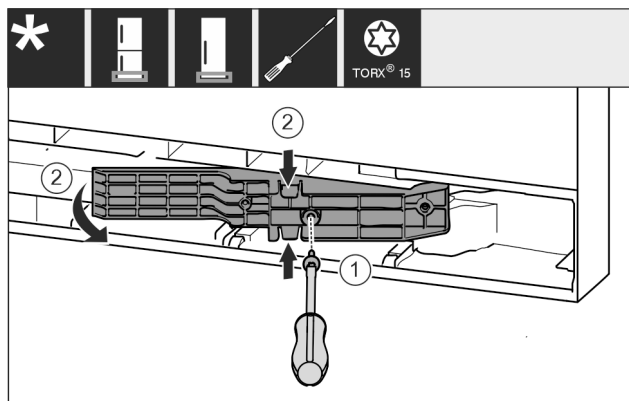

Fig. 18 \*
- ▶ С отвертка T15 развийте винтовете. Fig. 18 (1)\*
- ▶ Изтеглете адаптерния елемент. Fig. 18 (2)\*